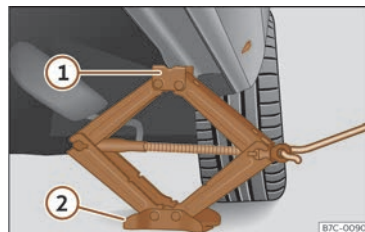

Fig. 217 Traversa: montarea cricului pe autovehicul.
- Rătăciți manivela cricului, amplasată sub punctul de ridicare pe cric, pentru a ridica până când canelura ① >>> fig. 217 ajunge sub punctul special prevăzut.
- Aliniați cricul astfel încât suportul ① să se „prindă” de carcasa prevăzută pe transversă și placa de bază mobilă ② să se așeze pe sol. Placa de bază ② trebuie să fie pe verticală față de punctul de sprijin ①.